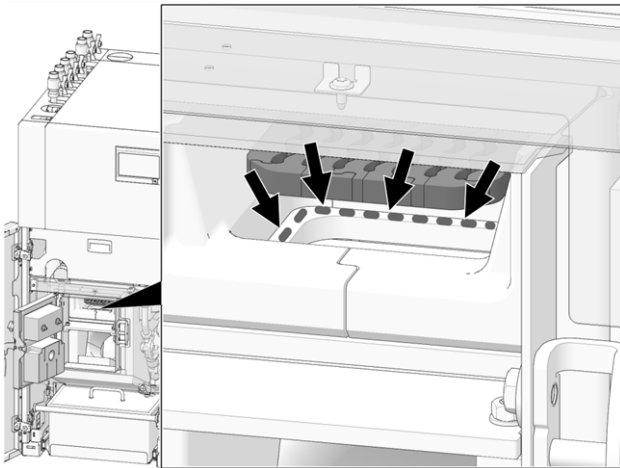

Abb. 2-55: Nettoyer la surface d'appui de la grille de combustion en acier inoxydable
- ▶ Mettre en place la nouvelle grille de combustion en acier inoxydable en nettoyant au préalable la surface d'appui > Abb. 2-55